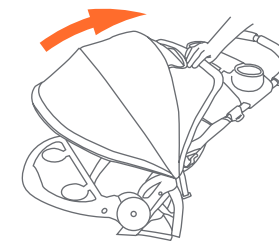

Fig. 9
- 9) • Para plegar la cubierta: empuje hacia atrás el borde delantero (Fig. 9).